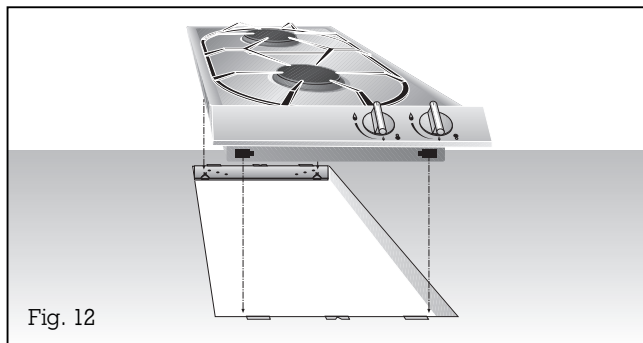

Fig. 12
- **Placez l'appareil dans le plan de travail** en faisant attention à ce que les ergots de l'appareil reposent exactement sur les ressorts de blocage. Enfoncez fermement l'appareil dans le plan de travail : les ergots se verrouillent dans les ressorts (fig. 12).